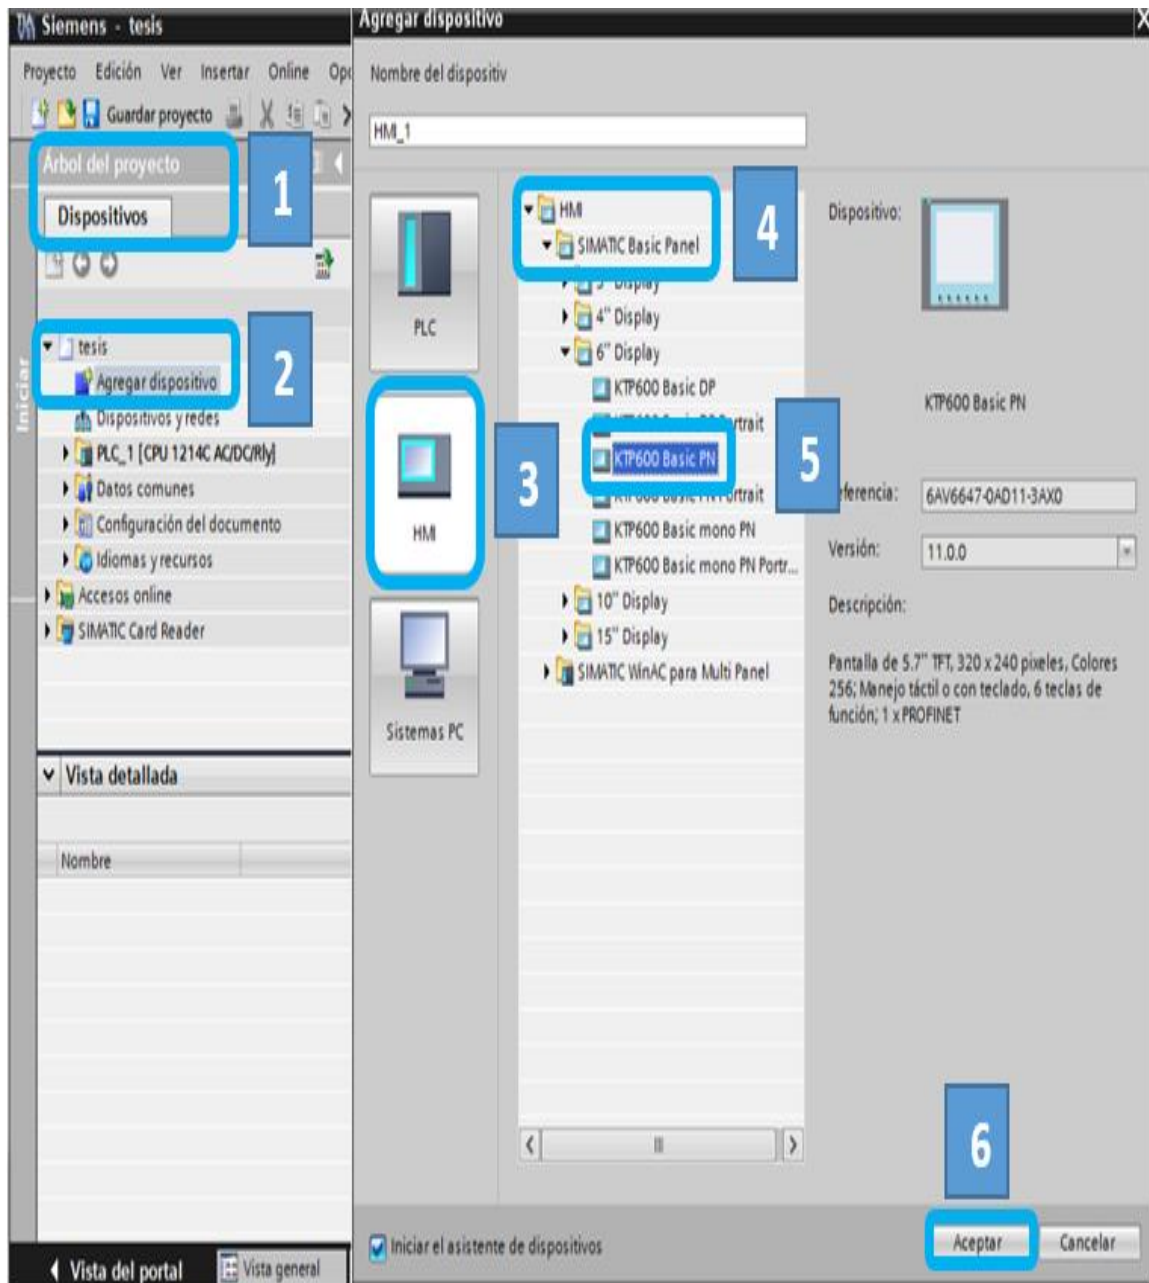

Figura 2.31: Adición de la TOUCH Panel KTP600.
- Para agregar la TOUCH Panel KTP600 dirigirse a la parte izquierda en donde se encuentra el Árbol del proyecto/Dispositivos, dar clic en Agregar dispositivos para que se despliegue otra ventana en donde elegimos el icono de HMI y en las opciones de éste seleccionamos HMI/Simatic Basic Panel para buscar la TOUCH que disponemos, elegir KTP00 Basic PN y dar clic en Aceptar como se indica en la figura 2.31 para que se inicie el Asistente del panel de operador.